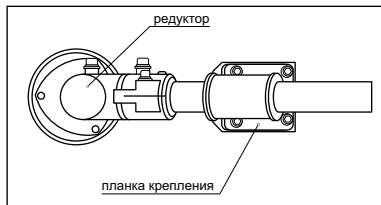

рис. 4
- Совместите отверстия в защитном кожухе с отверстиями в планке крепления (рис. 4).